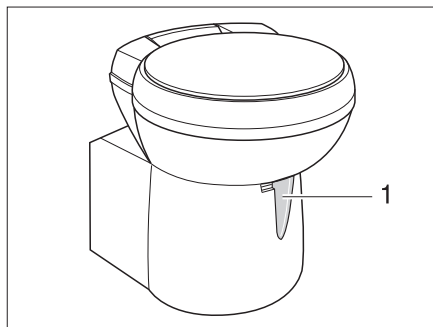

Fig. 157 Tazza del WC Thetford, orientabile
- Prima di tirare l'acqua, aprire il cursore della toilette Thetford. A tal fine girare la leva del cursore (Fig. 157,1) in senso antiorario.
- Girare la leva del cursore (Fig. 157,1) in senso orario. Il cursore viene chiuso. Per svuotare il cursore **deve** essere chiuso nella toilette Thetford.